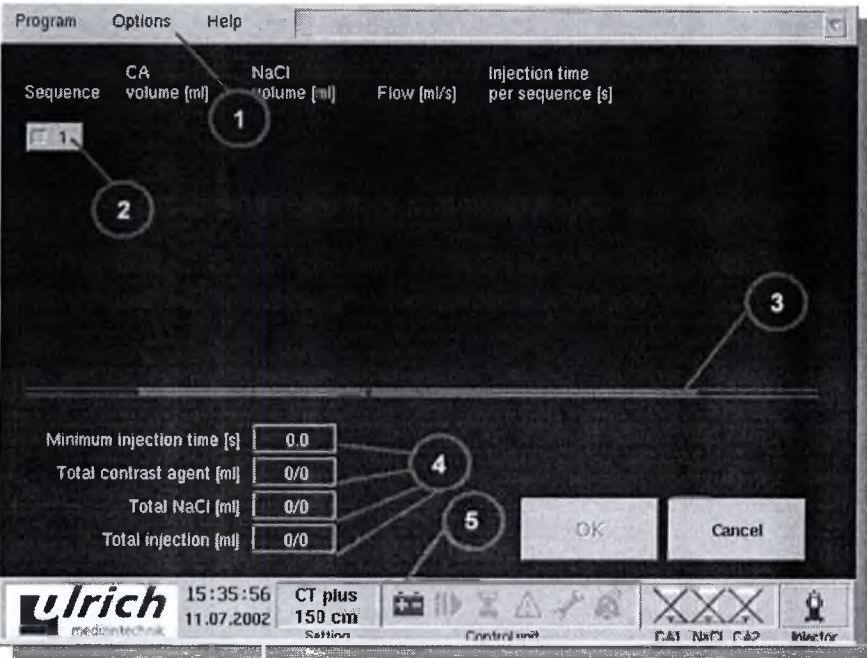
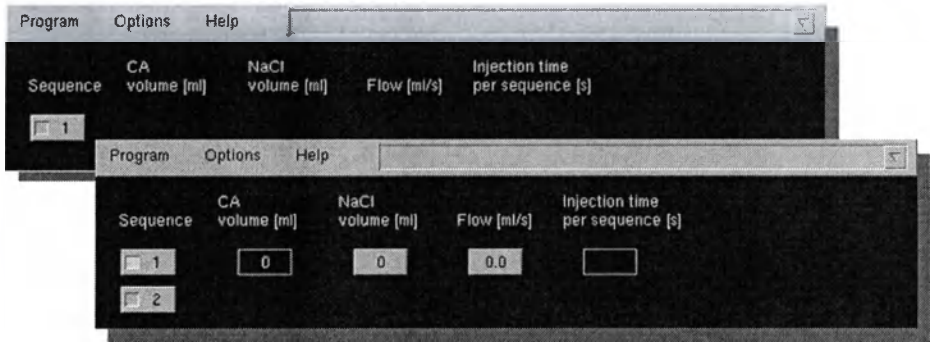

Рис. 6-3 Пользовательский интерфейс на дисплее терминала
Рис. 6-4 Открытие программных операций (режим CT)
В обоих случаях данные счетчика на дисплее (Рис. 6-3, № 4) не соответствуют действительно инъецированному объему.
Легенда к рис. 6-3
Шапка меню находится в верхней части экрана (Рис. 6-3, № 1).
- Кнопка операции (Рис. 6-3, № 2) При щелчке мыши на кнопке открывается операция (смена цвета с серого на желтый, рис. 6-4), теперь могут вводиться параметры инъекции (ср. Раздел 7.1). При открытии операции автоматически появляется кнопка следующей операции (программируются максимум шесть операций).
- Отображение трубки (Рис. 6-3, № 3)
- Счетчик реального времени для данных инъекции (Рис. 6-3, № 4) Индикация времени инъекции отображает вместе все последовательные операции соответствующей инъекции. Три счетчика объема сопоставляют фактические значения (инъецированный до сих пор объем с момента смены трубки пациента) с задаваемыми значениями (сумма всех последовательных операций проводимой инъекции; при выполнении функции «Тот же самый пациент»: сумма всех инъекций с момента смены трубки пациента).
На нижнем крае экрана дисплея (Рис. 6-3, № 5) находится строка состояния для постоянной информации пользователя об эксплуатационном состоянии инжектора.